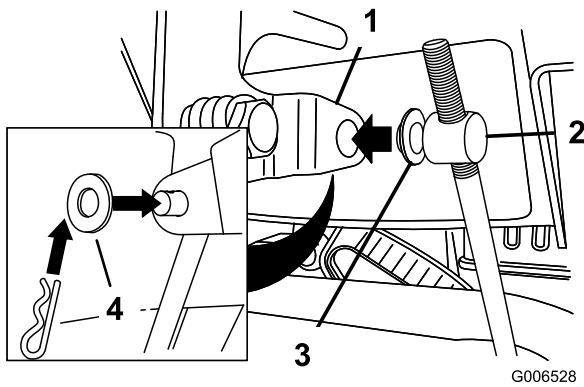

Bild 6
3. Entfernen Sie den Splint und die äußere Scheibe vom Drehzapfen am oberen Ende des Geschwindigkeitseinstellgestänges (Bild 6).
Hinweis: Lassen Sie die Flachscheibe auf dem Drehzapfen, um den Einbau zu vereinfachen (Bild 6).
6. Heben Sie das Geschwindigkeitseinstellgestänge an und setzen Sie den Drehzapfen in das Loch im Geschwindigkeitsschalthebel (Bild 6).
- B. Schließen Sie den Drehzapfen vom Geschwindigkeitsschalthebel ab (Bild 6).
- C. Drehen Sie den Drehzapfen auf der Geschwindigkeitsschalstange nach unten (nach rechts) (Bild 6).
- D. Schließen Sie den Drehzapfen am Geschwindigkeitsschalthebel an (Bild 6).
- C. Drehen Sie den Drehzapfen auf der Geschwindigkeitsschaltstange nach oben (nach links) (Bild 6).